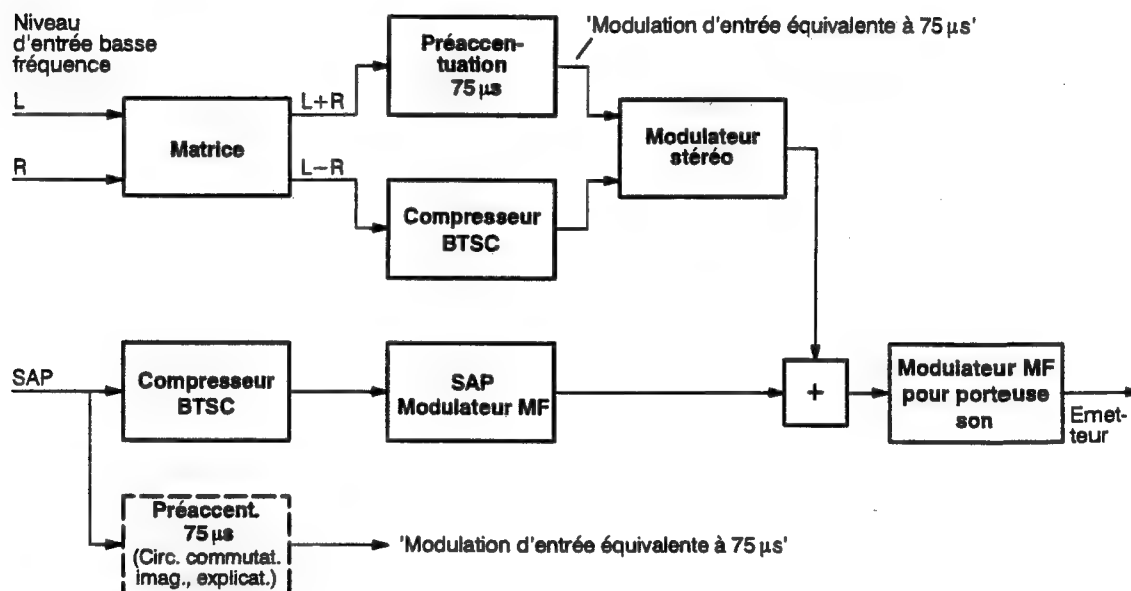

Fig. 2 Schéma de couplage simplifié d'un émetteur BTSC
Le spectre de la bande de base BTSC à bande large est transmis par modulation de fréquence sur la porteuse son (4,5 MHz). Compte tenu de la caractéristique de bruits parasites typique des systèmes de transmission MF, le niveau de bruit augmente avec la fréquence de modulation. Afin d'améliorer le rapport signal/bruit pour le signal différentiel L-R et pour le deuxième signal son (SAP), les deux canaux sont codés par un compresseur BTSC, voir figure 2.
La figure 2 présente un schéma de couplage simplifié d'un émetteur BTSC. Vous trouverez des indications relatives aux normes de modulation BTSC et aux déviations crêtes maximales autorisées à la page suivante.
2. Le niveau d'entrée du son maximal admis pour 100 % de modulation (100 %  $\triangleq$  0 dB) dépend de la fréquence en raison de la préaccentuation de 75  $\mu$ s, voir figure 2.
Elle sert de référence et détermine le niveau de modulation que l'on obtient pour un signal mono équivalent généré par une préaccentuation de 75  $\mu$ s, voir figure 2.